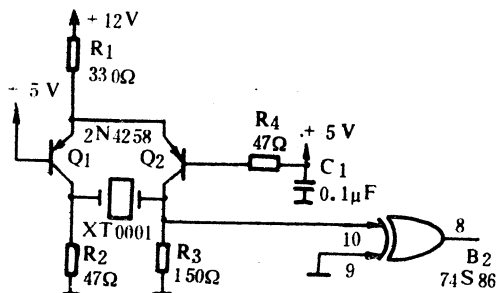

图 1-4 主振电路
4. 检查 B2-8 是否有主振信号输出。若无信号，将 B2 拔出后再测 B2-10，如果有信号，说明是 B2 集成块或后级电路损坏。如 B2-10 没有信号输出，说明主振部分损坏。该部分（见图 1-4）易损元件是 0.1μF 电容 C1 和 14MHz 的振荡晶体。电容 C1 两端正常工作电压是 5V。若检查结果离正常值